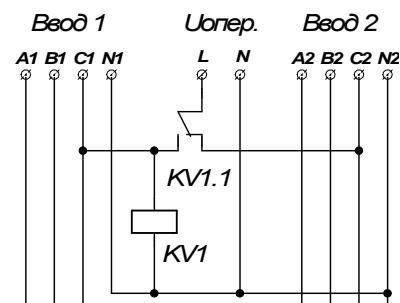

Рис.9 Схема получения оперативного питания с использованием реле напряжения
- 6.2.1. Схема получения оперативного питания с использованием реле напряжения приведена на рис.9.